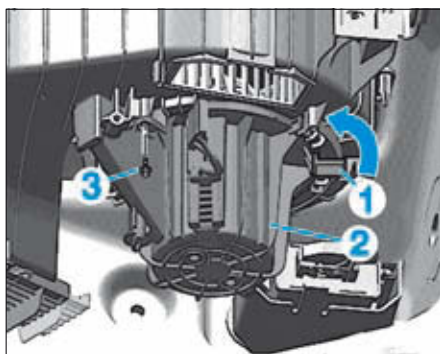

FIG. 32
- Dégrafer le verrouillage (1) (Fig.32).
- Tourner le boîtier du motoventilateur (2) d'habitacle dans le sens antihoraire.
- Si le verrouillage (1) est endommagé, il est possible de fixer le motoventilateur d'habitacle avec des vis (3) (Fig.32).